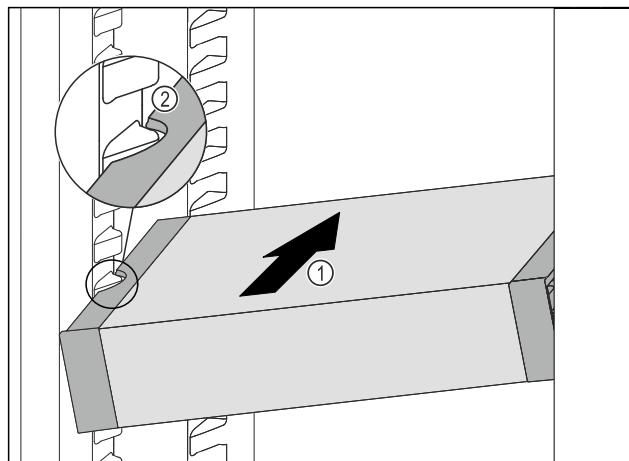

Fig. 69
- Predal VarioSafe potiskajte poščveno v hladilnik Fig. 69 (1), dokler stranska izreza Fig. 69 (2) predala VarioSafe nista na višini nastavka za posodo v hladilniku.